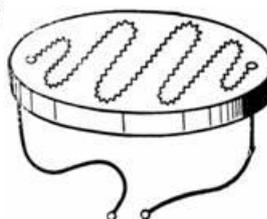

Рис. 2.
15. Какое сопротивление должна иметь спираль (рис. 2) плитки при токе 3 А и мощности 500 Вт?